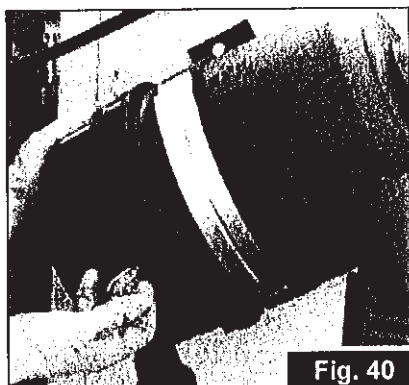

Fig. 40
- 1) Relâcher le galet de blocage du couvercle du filtre (Fig. 40).